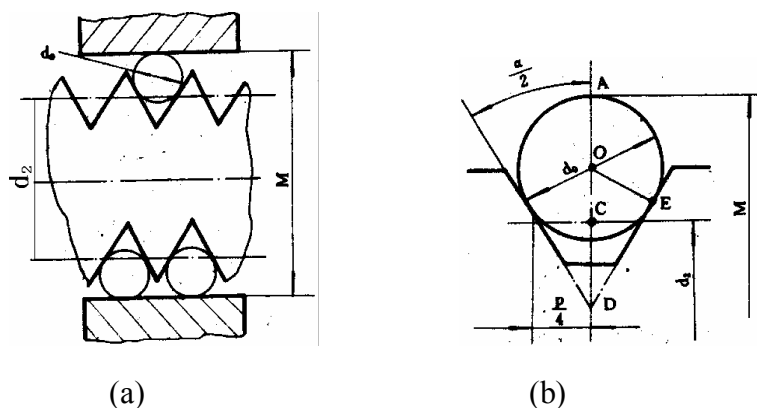

图 2 三线测量为螺纹中径原理图
1) 图2(a)为三线测量外螺纹中径的原理图。用测量长度的仪器或量具（如测微仪、测长仪、光学计、只是表千分尺等）测量出M的实际值，然后与理论的M值比较即得中径得偏差。这种方法为简介测量法。理论M值为
2) 最佳三线直径见图 2(b)所示：